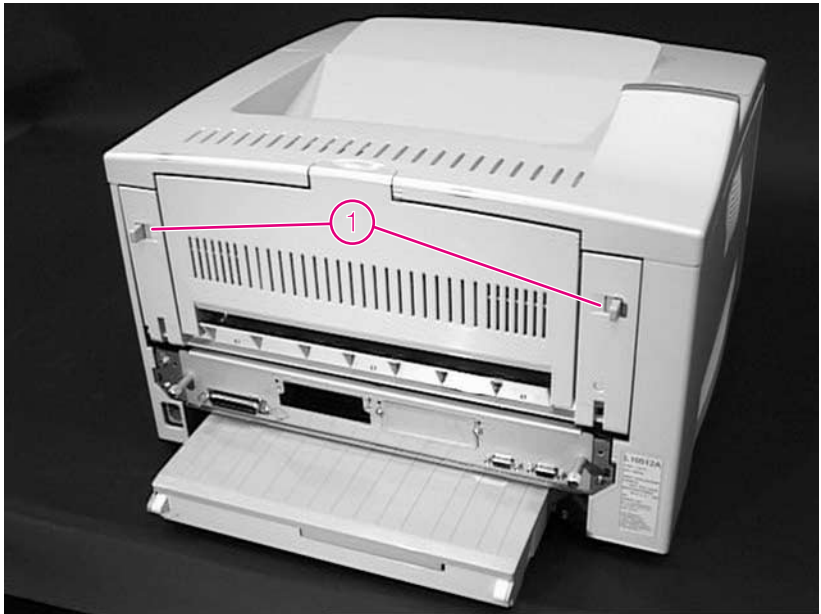

Figura 16 Apertura dello sportello posteriore
- 1 Nella parte posteriore della stampante, premere le due linguette di blocco (Figura 16, elemento 1) verso il centro della stampante per aprire lo sportello posteriore.